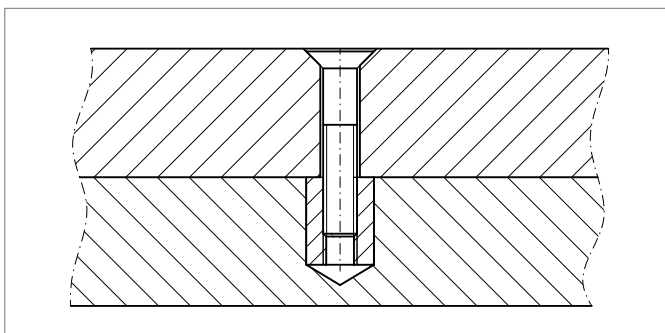

Abb. 8-2 Korrekte Schraubverbindung
- Für notwendige Verschraubungen in REHAU I HANEX Gewindeeinsätze (z. B. Kunststoff- oder Messingmuffe) verwenden (Abb. 8-2)